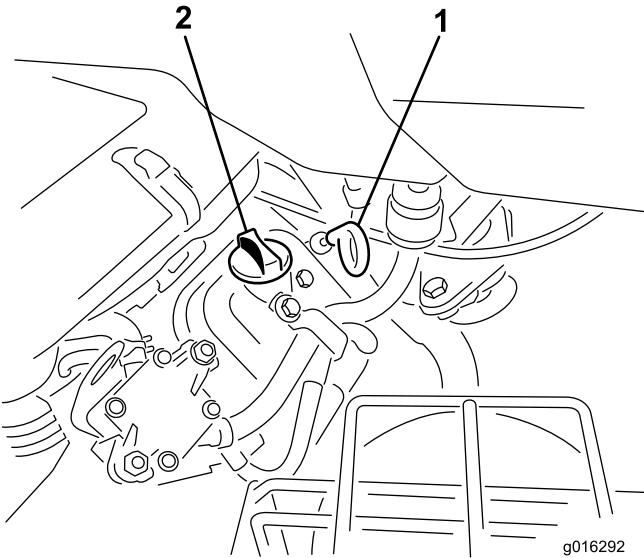

Figura 28
2. Desenrosque la varilla y límpielo con un paño limpio. Enrosque la varilla en el tubo asegurándose de que entre a tope (Figura 28).